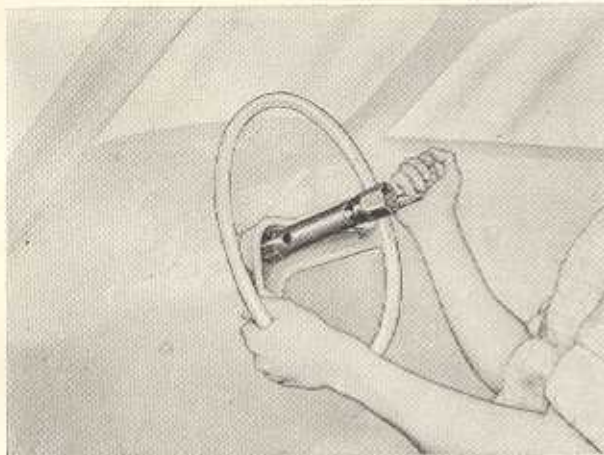

Bild F 3. Ausbau des Lenkrades
2. Befestigungsmutter M 20 × 1,5 mit Steckschlüssel abschrauben und Lenkrad von der Lenksäule abziehen (Bild F 3).